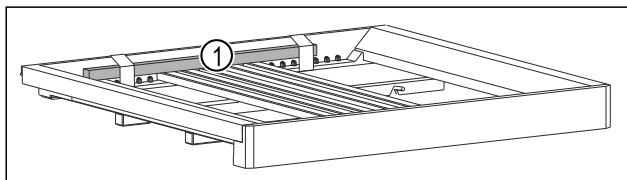

Fig. 49 \*
- ▶ Izvadite drveni štapić Fig. 49 (1)\*.